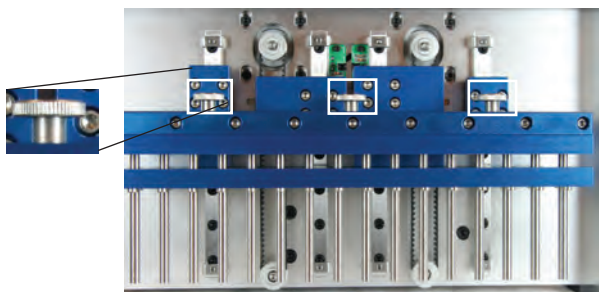

Abbildung 6. Die Schrauben über der Magnetstabeinheit.
3. Die drei Schrauben an der Oberseite der Magnetstabeinheit lösen und entfernen (Abbildung 6).